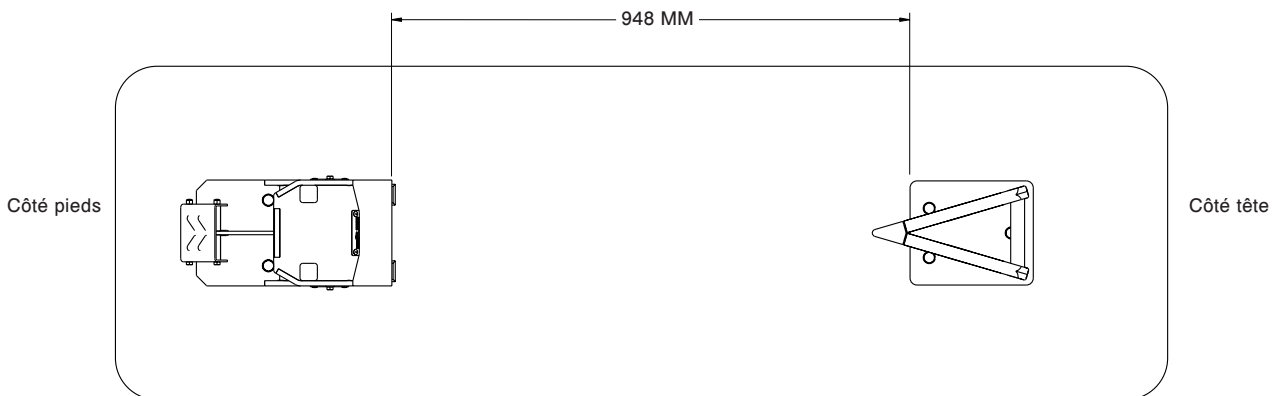

Figure 8 – Distance entre les dispositifs de fixation
- Vérifier la distance entre les dispositifs de fixation, comme le montre la Figure 8.